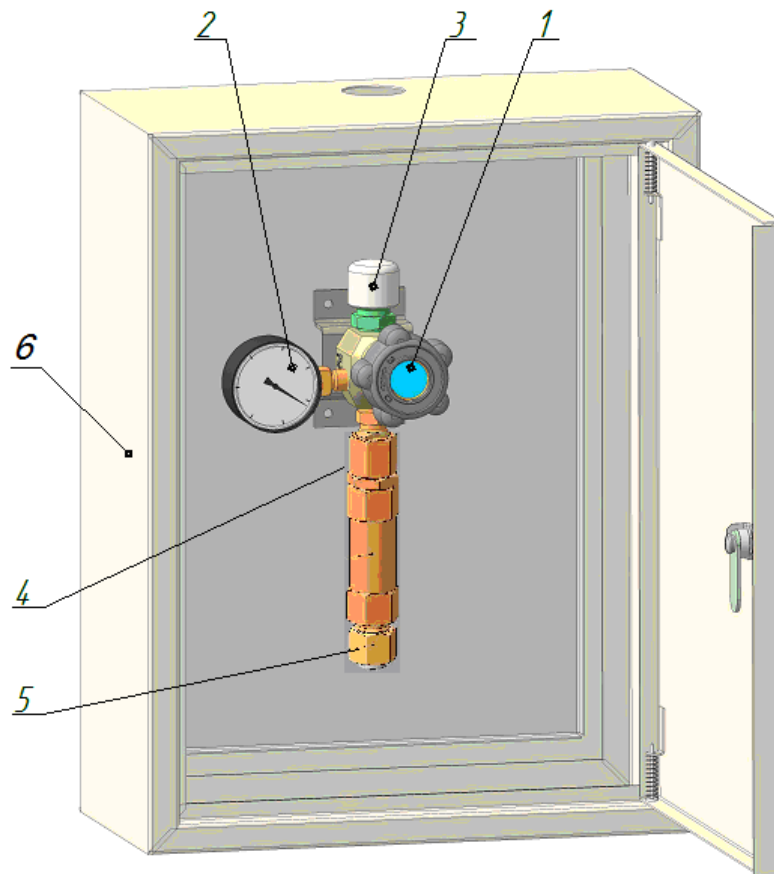

Рис.1 Пост газоразборный ПГК-35-з
4.1 Внешний вид поста показан на рис. 1